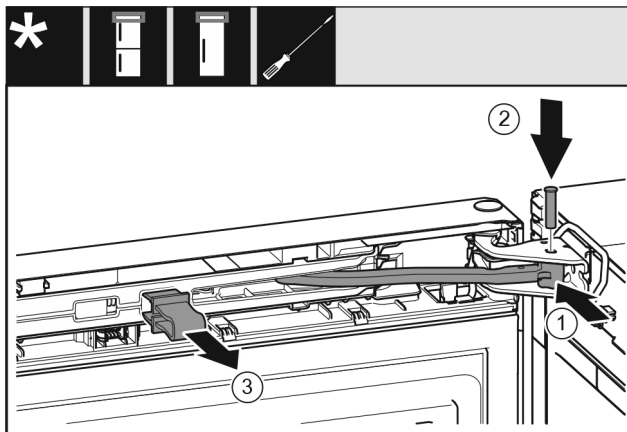

Fig. 21
- ▶ Rrotulloni menteshën në drejtimin e bazamentit mbështetës. *Fig. 21 (1)*
- ▶ Futni bulonat në bazamentin mbështetës dhe në menteshë. Këtu bëni kujdes që gungat e kapjes të futen saktësisht në kanale. *Fig. 21 (2)*
- ▶ Hiqni siguresën. *Fig. 21 (3)*